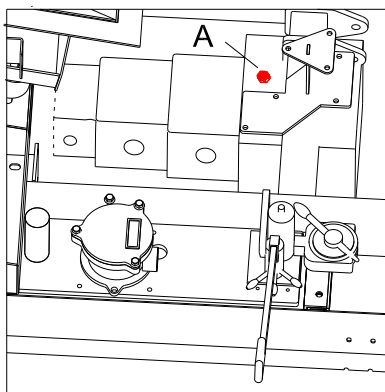
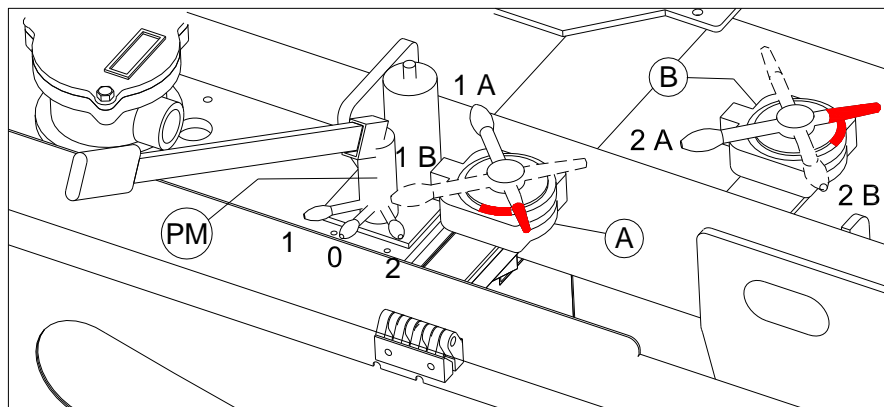

Figura 32
Figura 33
- Aprire il carter sinistro. Allentare il bullone di by pass(A) posto sul corpo della pompa idrostatica e segnalato da colore rosso utilizzando una chiave da mm. 14 (Vedi Figura 32) Normalmente le leve dei deviatori a 3 vie sono disposte rispettivamente nella posizione **1A** e **2A** (le posizioni sono ulteriormente riconoscibili quando le parti in colore rosso della leva e del corpo deviatore combaciano).[Vedi Figura 33]
- Per sfrenare in emergenza la macchina portare le leve dei deviatori rispettivamente nelle posizioni **1B** e **2B**. [Vedi Figura 33]
- Posizionare la leva della pompa a mano (**PM**) dalla **POS 0** alla **POS 2** e dare 3-4 pompate. [Vedi Figura 33]
Riserrare il bullone by pass sulla pompa idrostatica con la chiave 14 mm (Vedi Figura 32).